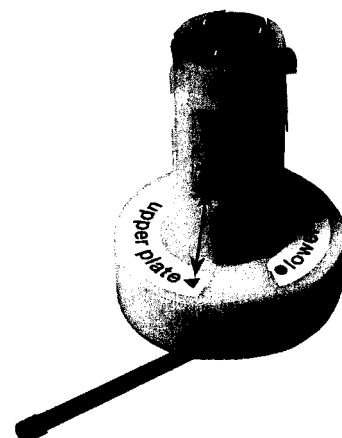

Fig. 9
- Position the plate accurately in the tool, see fig. 9.
- Den Sicherungsring präzise im Werkzeug anbringen, siehe Abb. 9.
- Positionner correctement la bague d'arrêt dans l'outil, voir fig. 9.